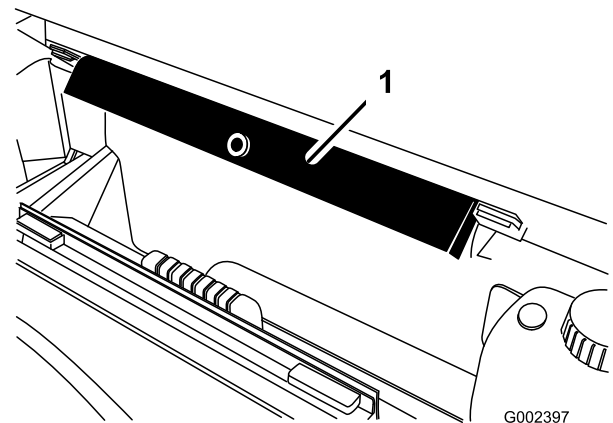

Figure 12
2. Sortez la béquille de sécurité des supports de rangement au dos du panneau de la structure ROPS (Figure 12).